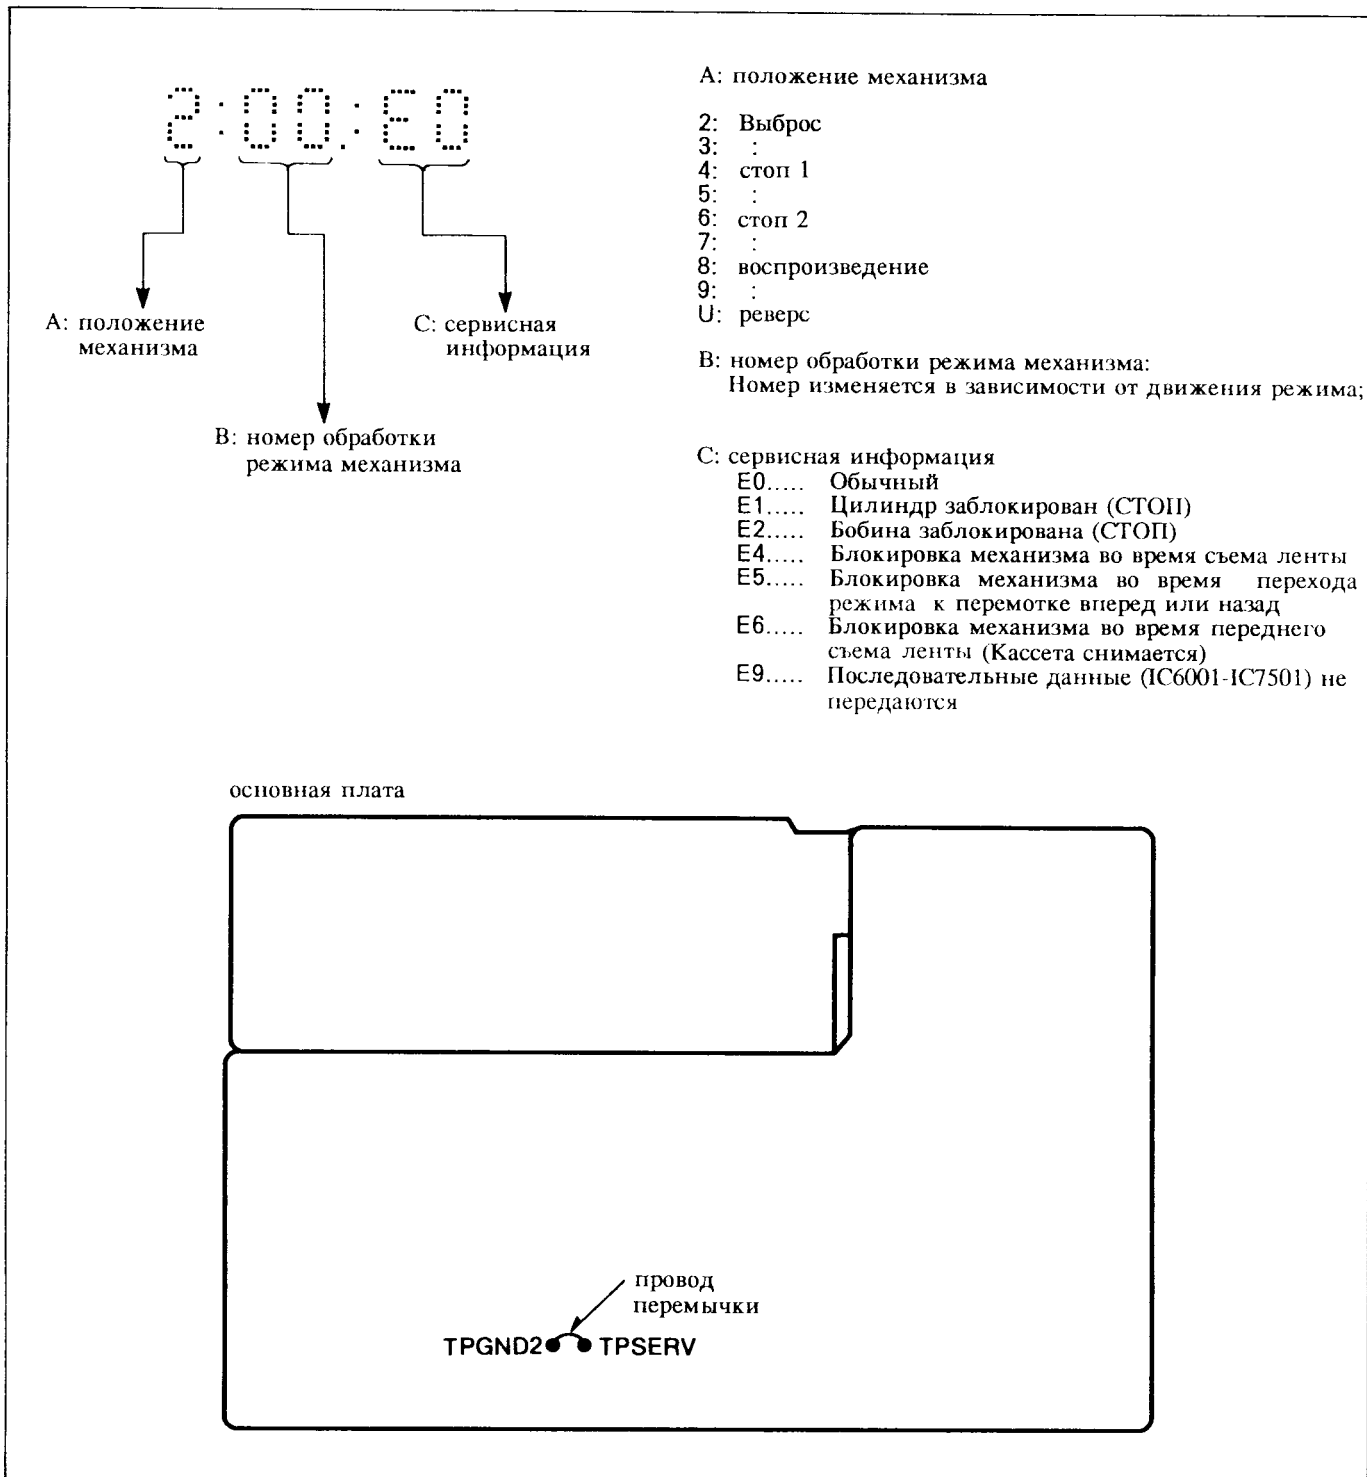

Рис. T2
- 2) Счетчик многофункционального дисплея высвечивает данные микропроцессора приблизительно в течение 20 секунд, как показано на рис. T2.